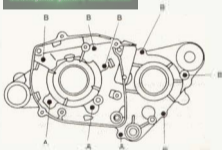

Bild 144
- 6 Belastungsschraube, siehe hierzu Bild 144